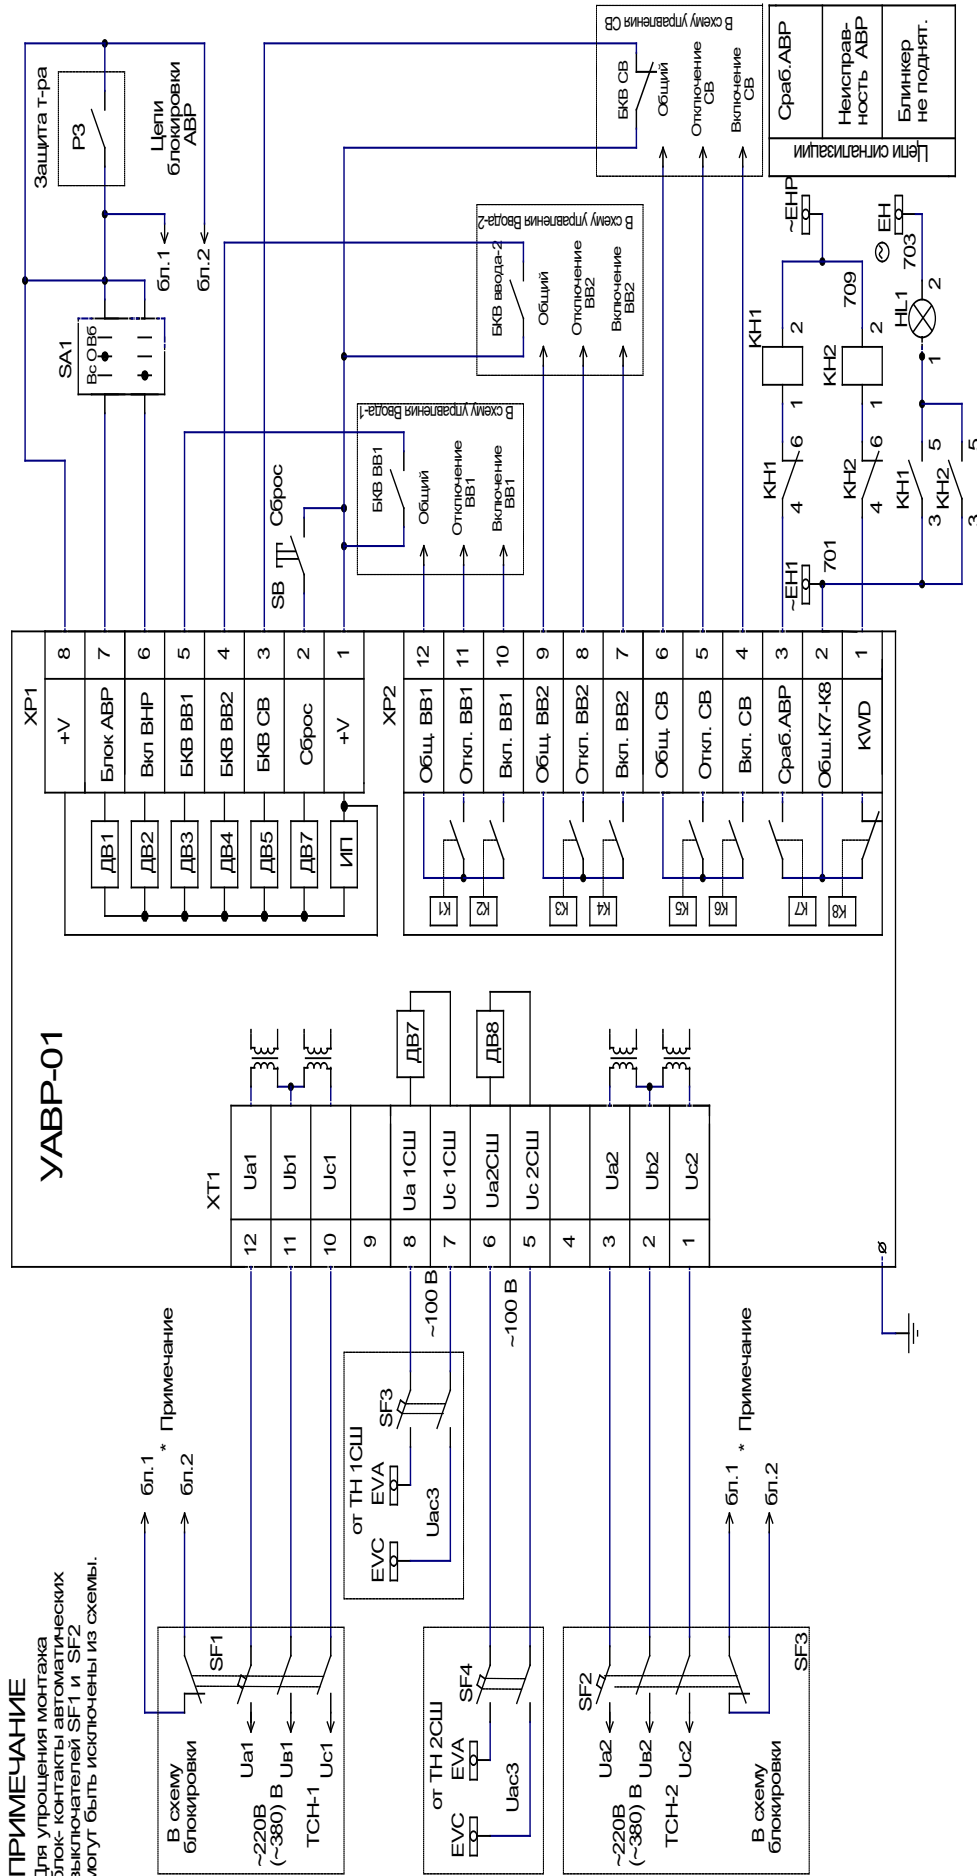

Рисунок 4 – Схема подключения внешних связей устройства УАВР-01
**В случае, использования на объекте однофазных трансформаторов ТСН-1(2), однофазное напряжение от ТСН-1 подается на объединенные входы Ua1 и Uc1 устройства УАВР-01 (клеммы 10,12 и 11 ХТ1), а от ТСН-2- на объединенные входы Ua2 и Uc2 (клеммы 1,3 и 2 ХТ1) – рисунок 4.**
6.1 АВР вводится в работу установкой внешнего ключа режима АВР SA1 (рис.4) в положение «АВР с самовозвратом» (ВНР) или «АВР без самовозврата», после чего производится отсчет времени готовности.